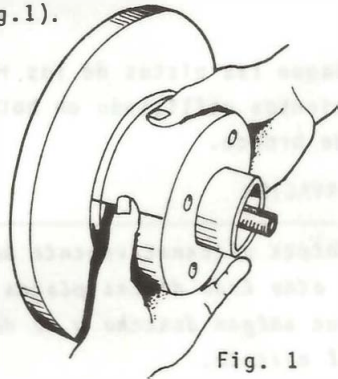

Fig. 1
b. Deslice el cubo o bocín aproximadamente 2 cm hacia afuera, luego empújelo hacia adentro y retire la arandela con el rodamiento exterior del cubo (fig.1).